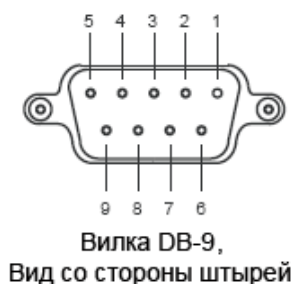

Рис.6 Назначение выводов в разъемах DB-9 конвертора интерфейсов NPort 5450-T/5450I-T.
1.4.3.2.4.1 Для конвертора NPort 5450-T/5450I-T подключение линий RS-485 осуществляется при помощи кабеля с розетками типа DB-9. Назначение выводов в разъеме DB-9 приведено на рис. 6.